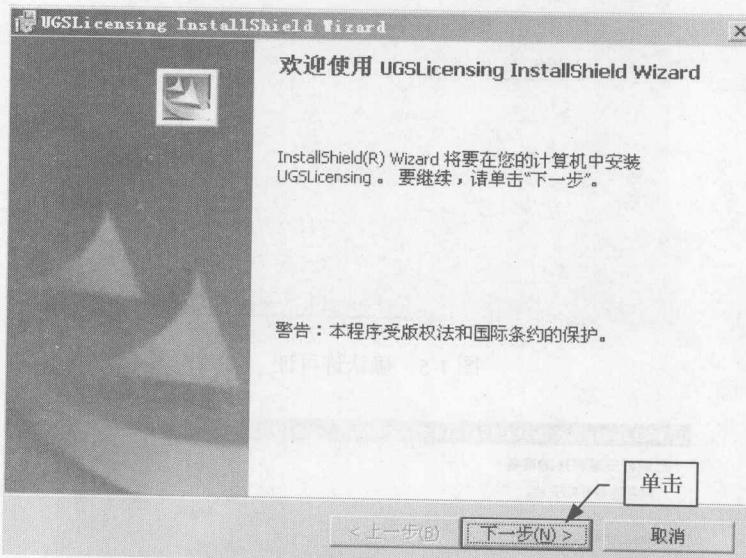

图1-3 UGSLicensing InstallShield Wizard对话框
5. 在弹出的UGSLicensing InstallShield Wizard对话框中单击下一步(N)>按钮，如图1-3所示。